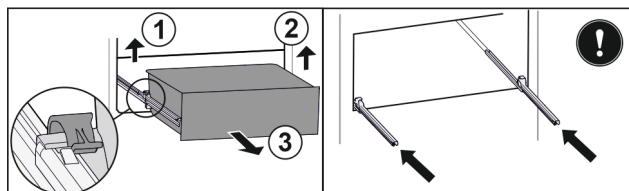

Fig. 197
- Ngrini lart kapësen e majtë dhe në të njëjtën kohë tërhiqni nga përpara sirtarin e majta. Fig. 197 (1)
- Ngrini lart kapësen e djathtë dhe në të njëjtën kohë tërhiqni nga përpara sirtarin nga e djathta. Fig. 197 (2)
- Hiqni sirtarin nga përpara. Fig. 197 (3)